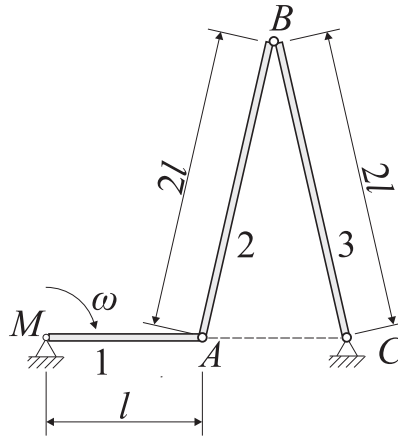

Bild 2.4.
Aufgabe 2.4. Die Stange (1) des skizzierten Kurbeltriebes (Bild 2.4) wird mit der konstanten Winkelgeschwindigkeit ω angetrieben. Für die gezeichnete Stellung des Kurbeltriebes ermittle man die Lage der Geschwindigkeitspole der drei Stangen gegenüber dem festen Raum und die Winkelgeschwindigkeit der Stäbe (2) und (3).